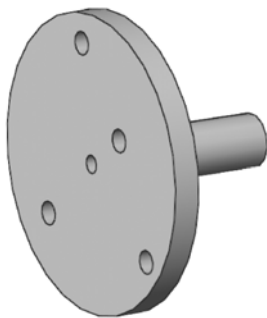

图 7-13 取消草图显示的图形
(6) 取消视图中草图显示。选择菜单栏中的“视图”→“草图”命令,取消视图中草图的显示,结果如图 7-13 所示。